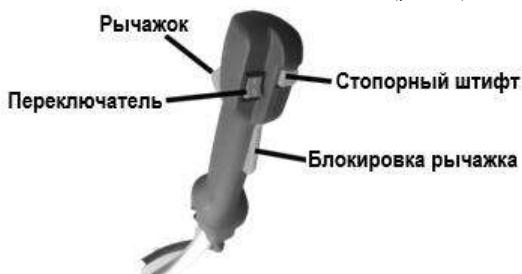

Рисунок 24
2. Установите переключатель двигателя в положение «I» (рис.24).
Нажмите вместе на рычажок дроссельной заслонки и блокировку рычажка дроссельной заслонки. Зафиксируйте рычажок дроссельной заслонки в нажатом состоянии стопорным штифтом (рис.24).
3. Нажмите на блокировку рычажка дроссельной заслонки, чтобы активировать его (рис.24). Затем нажмите на стопорный штифт, чтобы рычажок дроссельной заслонки сместился наполовину. Это необходимо для облегчения запуска.
8. Нажмите на рычажок дроссельной заслонки (рис.24), чтобы освободить стопорный штифт.